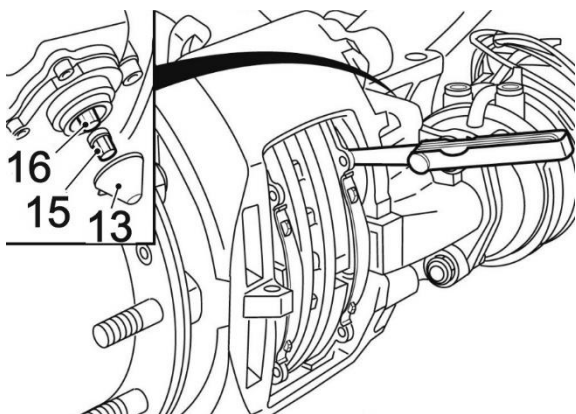

**Рис. 12.9** Замер зазора
3. Снять за специальный язычок заглушку 13 (рис. 12.9) с регулятора. Эту операцию выполнять осторожно, чтобы не потерять переходник 15. Вращая переходник 15 против часовой стрелки, повернуть регулятор 16 на (2...3) щелчка (в сторону увеличения зазора).